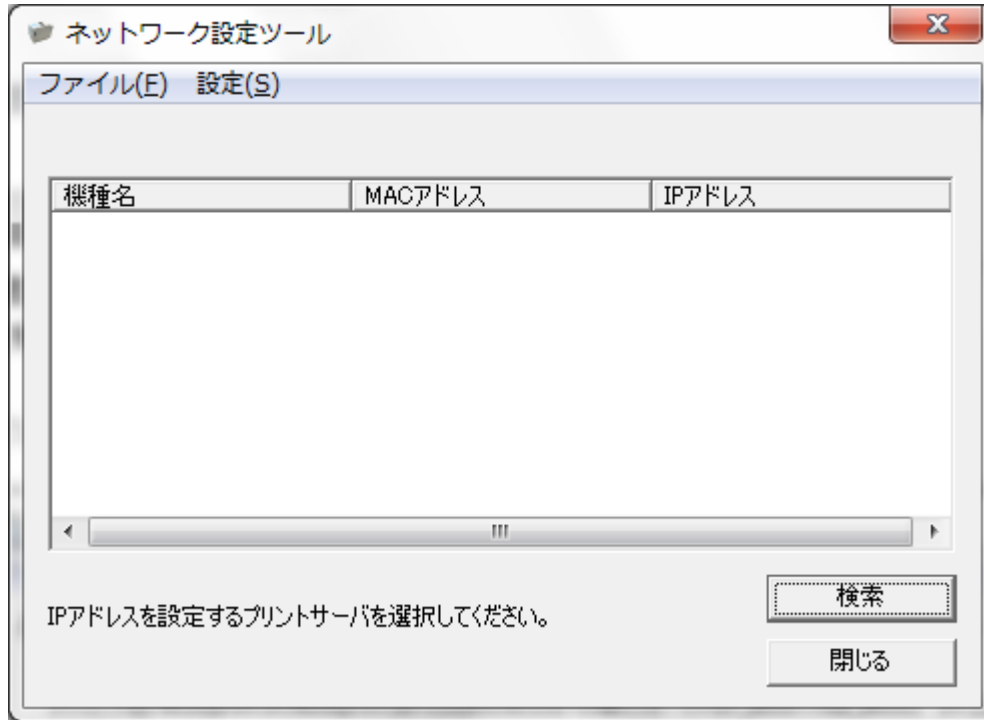

図 3.9.1.1 ネットワーク設定ツール起動画面
① ネットワーク設定ツールを起動すると、図 3.9.1.1 に示す画面が表示されます。